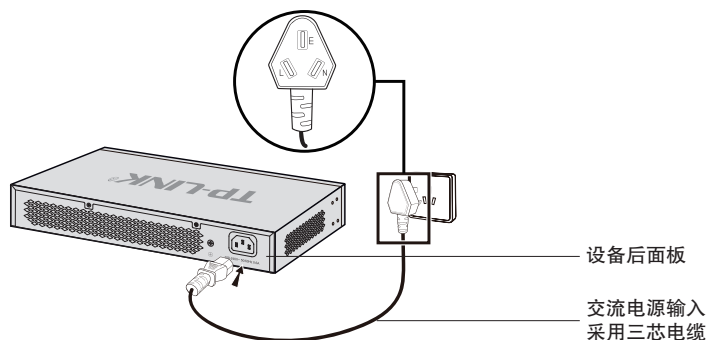

图2-5 PE线连接示意图
- 在一般的使用环境下, 可通过设备配套的电源软线, 采用交流电源的PE (保护地) 线进行接地, 如图2-5所示。